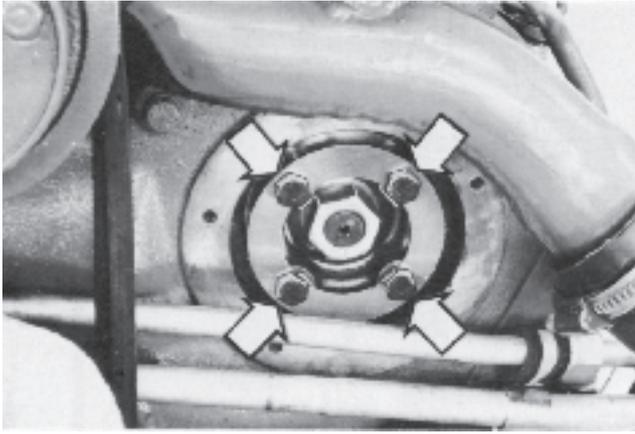

Fig. 125. Accouplement de pompe (série 60)
8. Poser la pièce intermédiaire, l'arrêt et les vis pour le pignon de pompe (figure 125). Serrer légèrement les vis de façon à pouvoir faire tourner la pompe. Vérifier que les vis employées sont d'une longueur correcte.
11. Faire tourner l'arbre de pompe avec une clé à douille (27 mm) dans le **sens normal de rotation** (sens d'horloge) pour que la levée de came indiquée dans les « Caractéristiques techniques » soit donnée par le comparateur à cadran. Serrer les vis dans l'accouplement de pompe (figure 125).